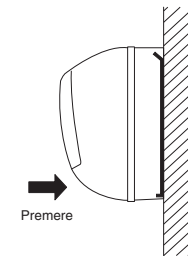

Fig. 3-58
- (1) Per installare l'unità interna, montare l'unità interna sulle 2 linguette sulla parte superiore della piastra posteriore.
- (2) Tenere in basso l'uscita dello scarico dell'aria e premere la parte inferiore dell'unità interna finché non scatta per fissarla saldamente alle 2 linguette sulla parte inferiore della piastra posteriore. (Fig. 3-58)